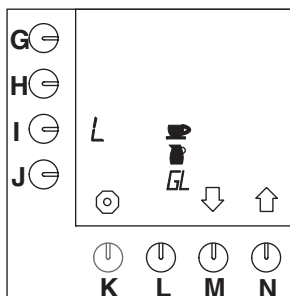

Fig. 31 Enheter som skal velges
- Det kan velges en av følgende måleenheter: Liter = L, Gallon = G (= 3,7853 L), Kanne, Kopp (fig.31).